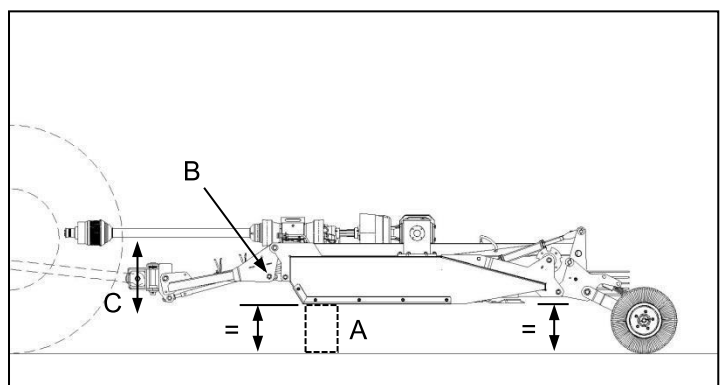

Fig. 8
- ✔ Place a block or adjustable stand under the front corners of the implement deck (Fig. 8-A) such that it is parallel to the ground.
- ✔ Remove the pins from the drawbar positioning links (Fig. 8-B) and operate the tractor hitch (Fig. 8-C) to select a desirable maximum operating height.
- ✔ Plaas 'n blok of verstelbare stut onder die voorste hoeke van die implementdek (Fig. 8-A) só dat dit parallel met die grond is.
- ✔ Verwyder die penne van die trekstangposisioneringskakels (Fig. 8-B) en gebruik die trekkerhaak (Fig. 8-C) om 'n verlangde maksimum werkshoogte te kies.